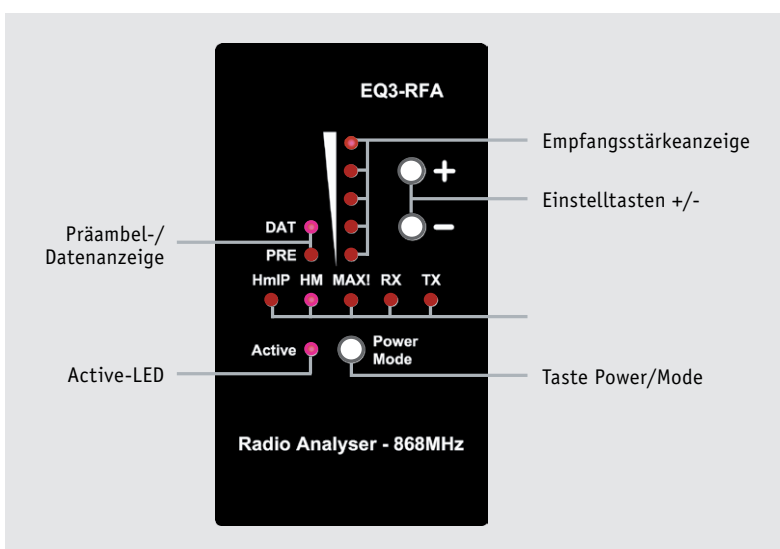

Bild 1: Überblick über die Anzeige- und Bedienelemente des Funk-Analyzers 868 MHz
Der Radio Analyser (Bild 1 zeigt den Überblick über dessen Bedien- und Anzeigeelemente) wird mit 2 Mignon Batterien (AA) betrieben und ist daher sehr mobil einsetzbar. Durch einen langen Druck des Power/Mode-Tasters von mindestens 2 Sekunden wird das Gerät ein- und ausgeschaltet.